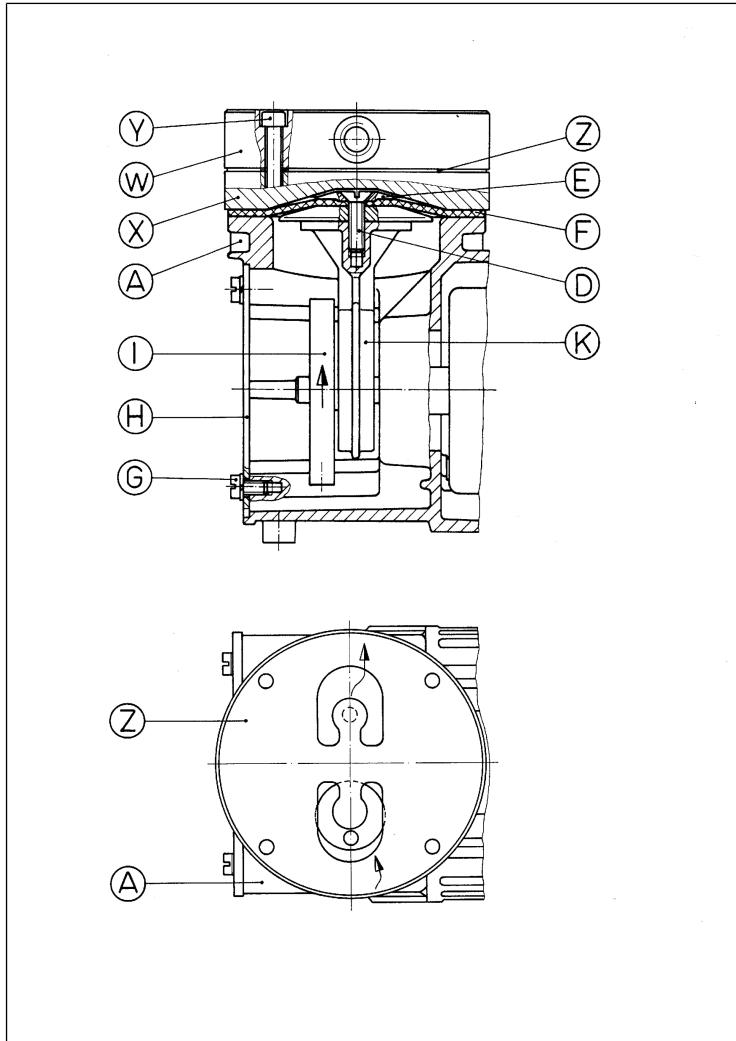

Abb.6: Pumpenteile
\*\*nach Abb. 6
27. Legen Sie die Zwischenplatte (X) auf die Membrane (F) entsprechend der Bleistiftkennzeichnung am Gehäuse.
28. Auflegen der neuen Ventilplatte (Z) auf Zwischenplatte (X) (Ausrichtung siehe Abb. 6).
29. Legen Sie den Membrankopf (W) in die mit Bleistift ge-kennzeichnete Einbauposition auf und ziehen Sie die In-busschrauben (Y) gleichmäßig über Kreuz an (Anzugsmo-ment: 5,5 Nm)
30. Kontrollieren Sie den leichten Lauf beim durch Drehen der Schwungscheibe (I).